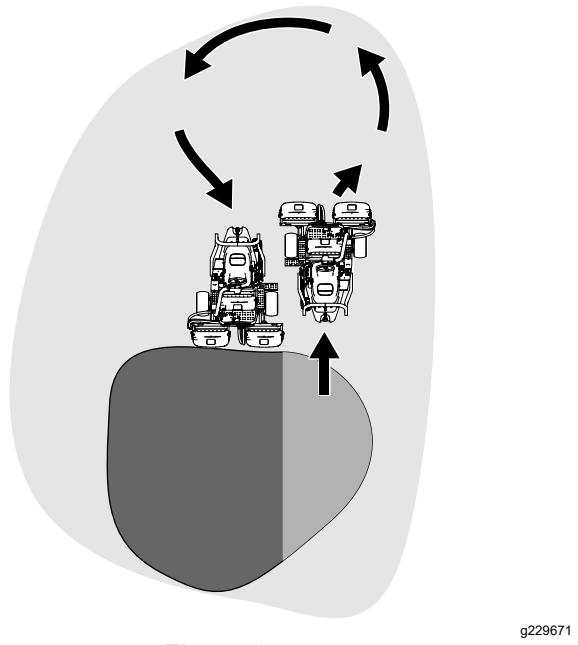

Figura 35
- Para reduzir o tempo de funcionamento e facilitar o alinhamento para o próximo passo, oriente a máquina momentaneamente para a direção contrária, virando depois a máquina na direção da zona por cortar. Este movimento é uma volta em forma de gota (Figura 35) que alinha rapidamente a máquina para a próxima passagem.